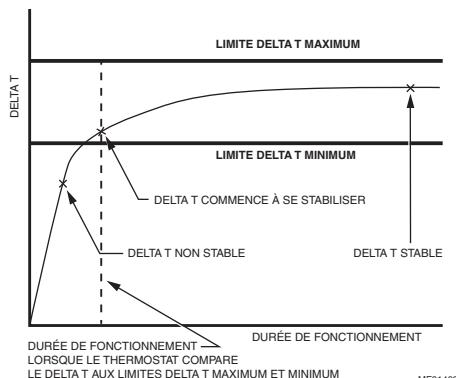

Fig. 7.
2. Dans les systèmes à air pulsé au gaz ou au mazout, le Delta T continuera à s'élèver durant plusieurs minutes même après la stabilisation du Delta T. La limite Delta T maximale doit être supérieure au Delta T stable prévu. Voir la Fig. 7.